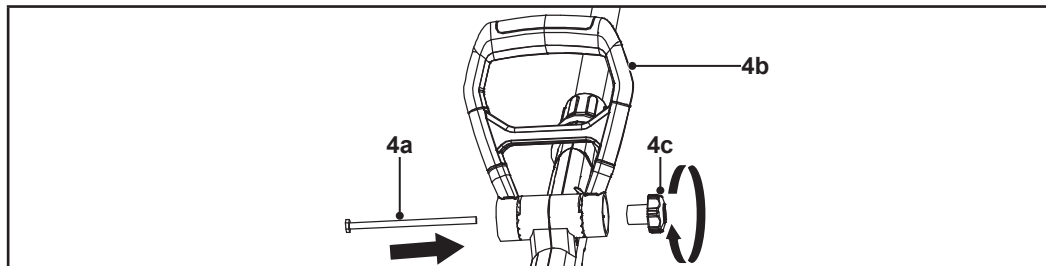

Fig. 1
2. Monte la empuñadura auxiliar (4b) en el eje de la carcasa (Fig. 1).
3. Fije la empuñadura auxiliar (4b) con el perno largo (4a) y con el bloqueo giratorio de la empuñadura auxiliar (4c) (Fig. 1).